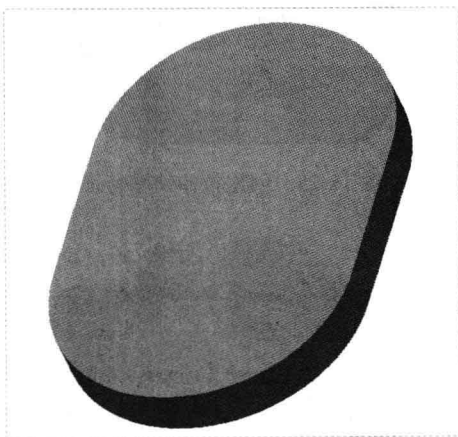

图 18-32 创建拉伸特征 1
Step 02 单击“关闭”面板中的“确定”按钮，完成截面绘制并退出草绘环境，返回“拉伸”选项卡；设置拉伸高度为 9，单击“应用并保存在工具中所做的所有更改，然后关闭工具操控板”按钮，完成拉伸特征的创建，如图 18-32 所示。